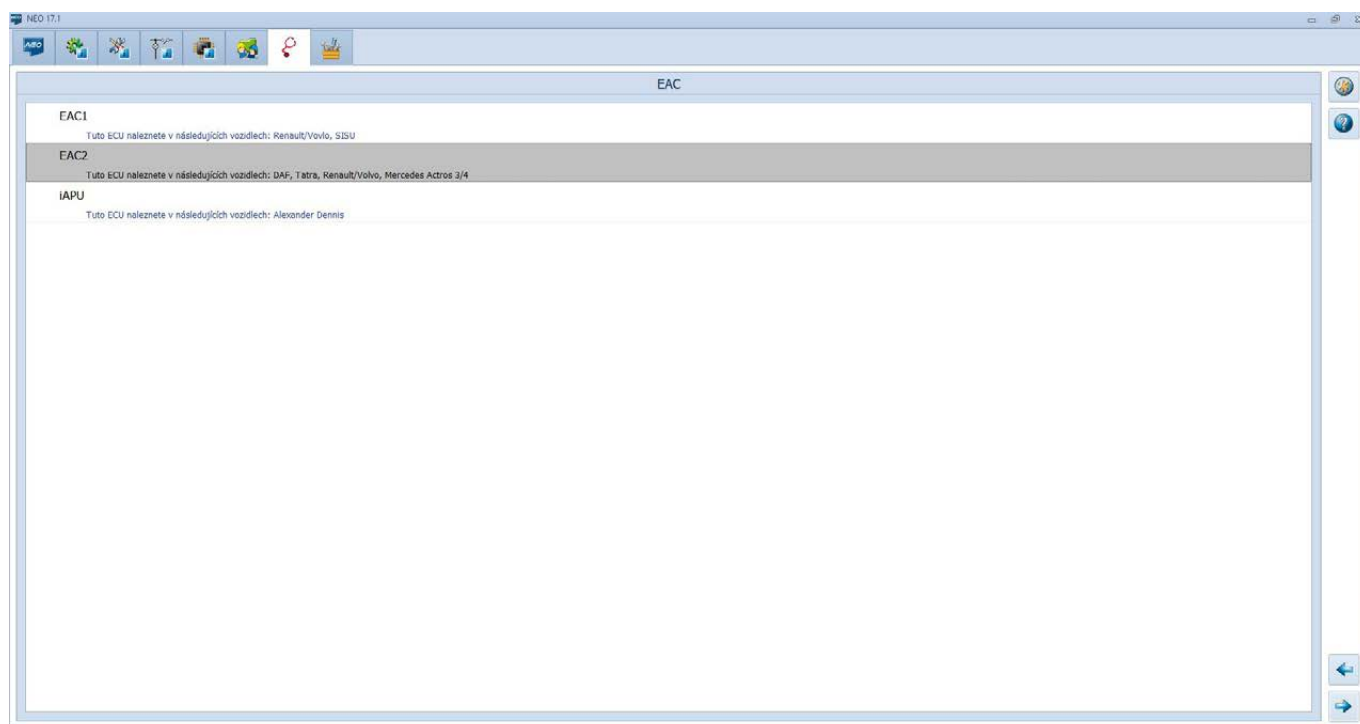

Fig. 14. Výběr EAC jednotky -> EAC2 spuštění připojení
3. Viz Fig. 14, V diagnostickém menu vyberte EAC jednotku a dvojitým kliknutím na šipku otevřete další obrazovku